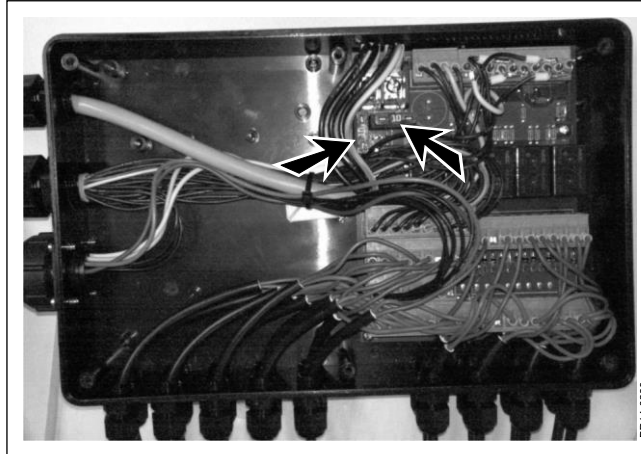

Fig. 7-6
**Fig. 7-6** Der er to 10A sikringer i styringen på maskinen. Sikringerne må kun skiftes til sikringer af samme strømværdi. Servicering, bortset fra skift af sikring, må kun foretages af en autoriseret KONGSKILDE-forhandler /Servicetekniker.